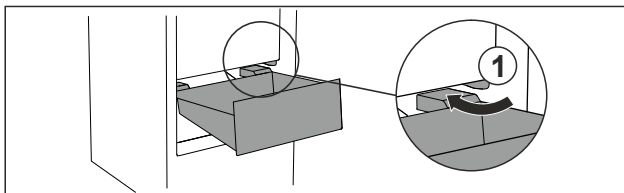

Fig. 87
- Før skuffen rundt stopperne Fig. 87 (1) på skrå.